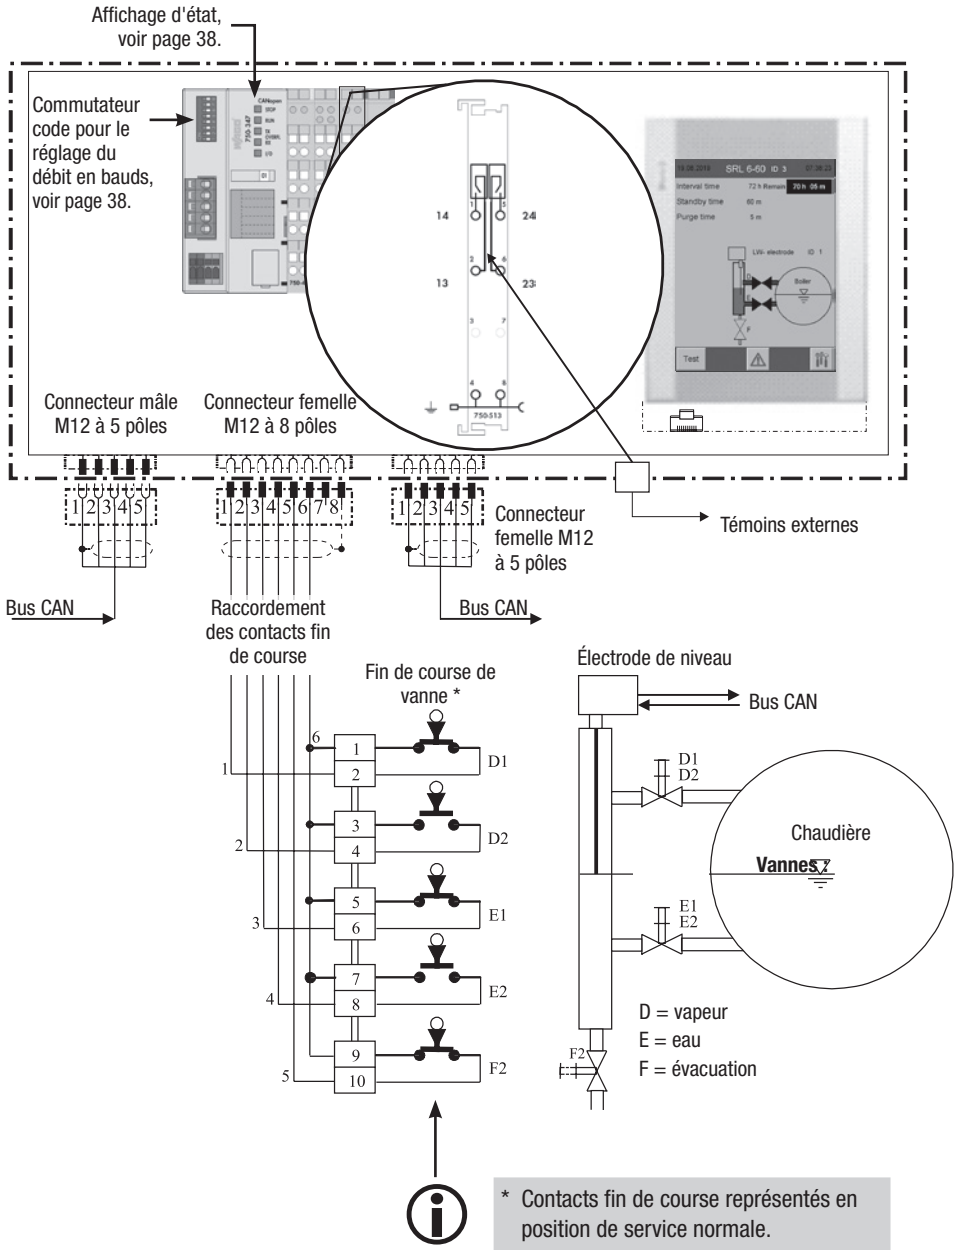

Fig. 10
- Raccordez l'équipement de surveillance et tous les composants correspondants conformément au schéma de raccordement Fig. 10 (voir page 23) des présentes instructions.